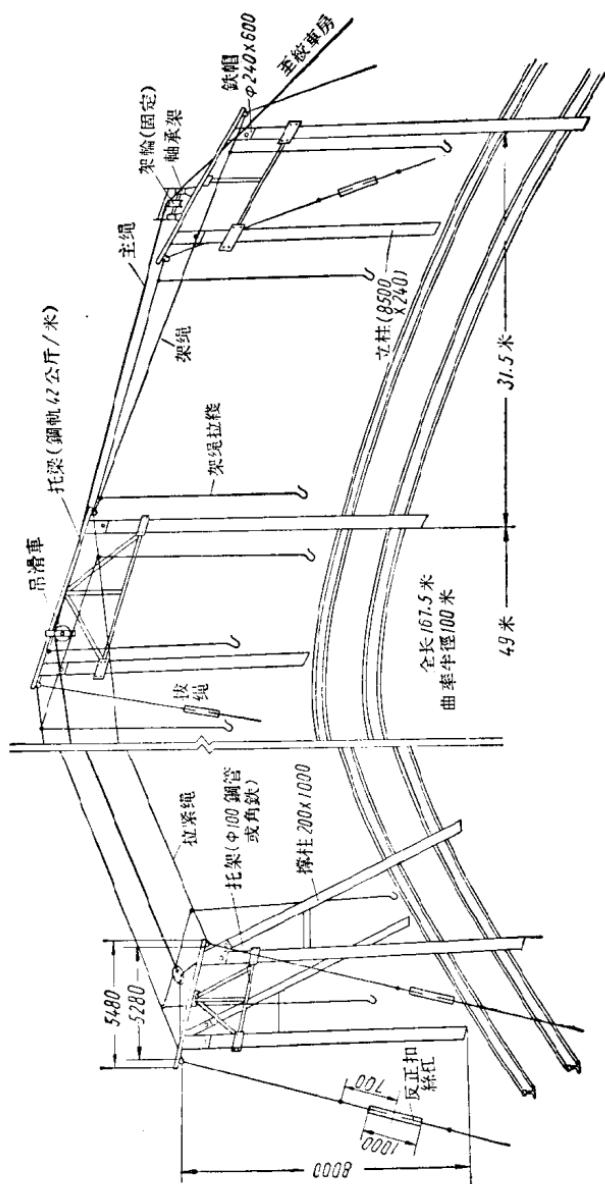

图 1-5 弯道龙门架
(1) 架杆加長 0.5 米，埋在地下 2 米，露出地面 8.5 米。龙门架結構見图 1-5。